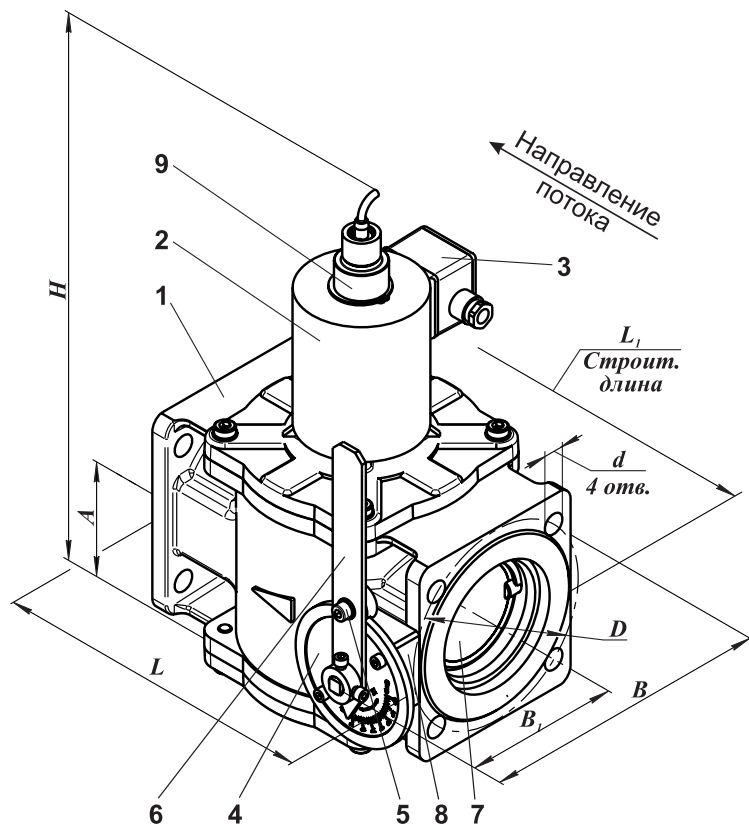

Рис. 1
2.1 Клапан (см. рис. 1) состоит из следующих основных узлов и деталей:
4.3.2 Подвод электропитания к клапану осуществляется с помощью клеммной коробки 4, закрепленной на корпусе электромагнитной катушки 3 (рис. 1).
4.4.2 Регулирование расхода количества проходящего газа через клапан осуществляется путем поворота ручки управления 6 (рис. 1).